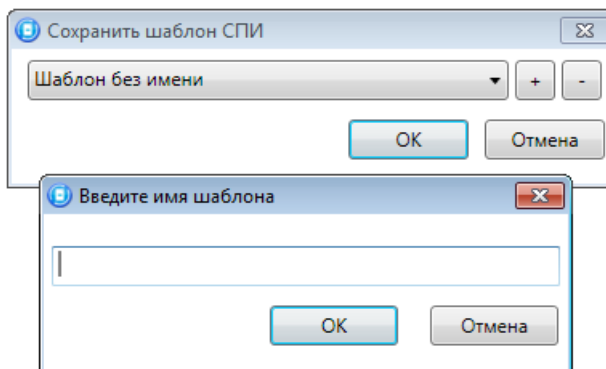

Рисунок 4.43 — Сохранение шаблона
- *Сохранить шаблон настроек*: открытие окна *Сохранить шаблон СПИ* (см. рисунок 4.43), с помощью которого может быть сохранена конфигурация ПОО контроллера в составе СПИ в качестве шаблона.